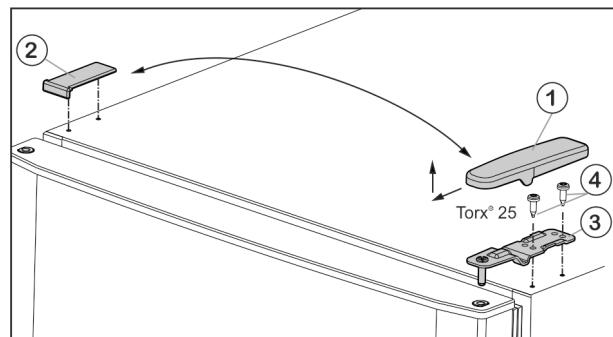

Fig. 5
- Kryt Fig. 5 (1) odoberte smerom dopredu a hore.
- Kryt Fig. 5 (2) nadvihnite.
- Hornú ložiskovú konzolu Fig. 5 (3) odskrutkujte (2 krát Torx® 25) Fig. 5 (4) a odoberte smerom hore.
- Vrchné dvere nasadte na ložiskovú konzolu v strede (13).
- Vrchnú ložiskovú konzolu Fig. 5 (3) nasadte na novej strane závesu do dverí.
- Hornú ložiskovú konzolu **pevne (pomocou krútiaceho momentu 4 Nm)** priskrutkujte (2x Torx® 25) Fig. 5 (4). V prípade potreby použite akumulátorový skrutkovač.
- Kryt Fig. 5 (1) nasadte na opačnú stranu zvonka a zaklapnite.
- Kryt Fig. 5 (2) nasadte vždy na opačnú stranu zhora a zaklapnite.